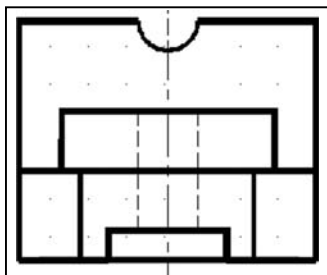

Рис. 6.19. Вычерчивание дуги командой «Плиния»
2. Вычертить полуокружность с помощью команды «Плиния» и ее опции «Дуга» (рис. 6.19).